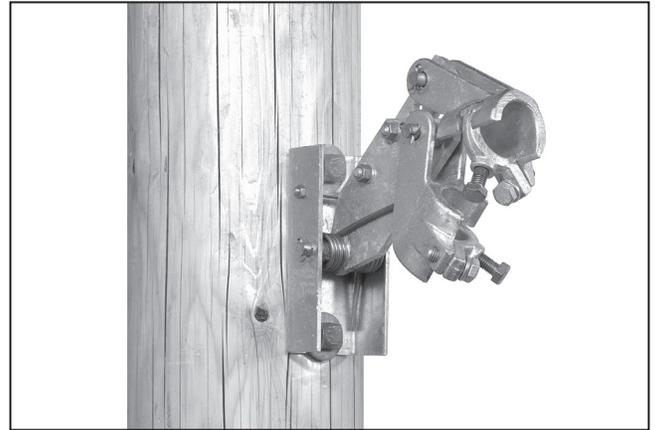

Figura 16. Instalación de una guía para varilla.
PASO 14. Monte la(s) guía(s) para varilla con el brazo hacia arriba en el poste o estructura de conformidad con la medida mostrada en el plano de montaje. Ver Figura 16. Una espiga de posicionamiento es suministrada, ésta sostiene el brazo de la guía de la varilla a 45 grados. Cuando una guía de la varilla ajustable está incluida (únicamente para la configuración de montaje del interruptor de fase sobre fase), ésta debe ser montada lo más cerca del interruptor.